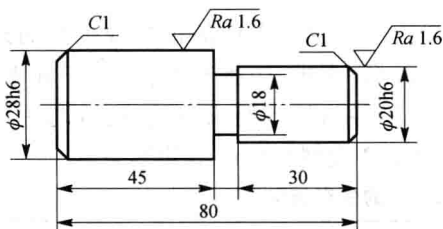

图 1-7 零件图
(2)如图 1-7 所示的零件材料为 45 热轧圆钢,工件的硬度要求为 40~45 HRC,在老师的指导协助下试确定其成批生产的工艺过程。